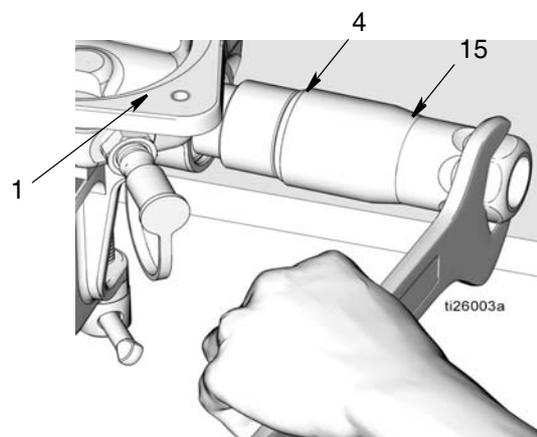

FIG. 22
- e. Deseche las juntas tóricas (7, 41) y la tuerca (5) según la normativa para una eliminación correcta
16. Saque la válvula de retención de salida (15) de la base de la bomba (1) (FIG. 22). Saque la junta tórica (4) de la válvula de retención de salida. Deseche la junta tórica según la normativa para una eliminación adecuada.